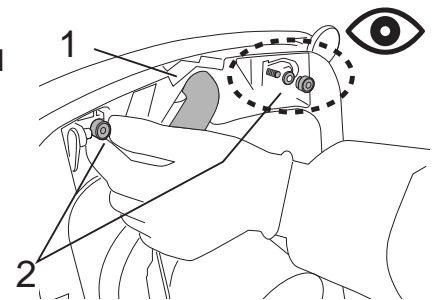

Fig.39
- Sganciare il tubo aspirazione dallo squeegee (Fig.39-Rif.1).
- Svitare i pomelli (Fig.39-Rif.2).